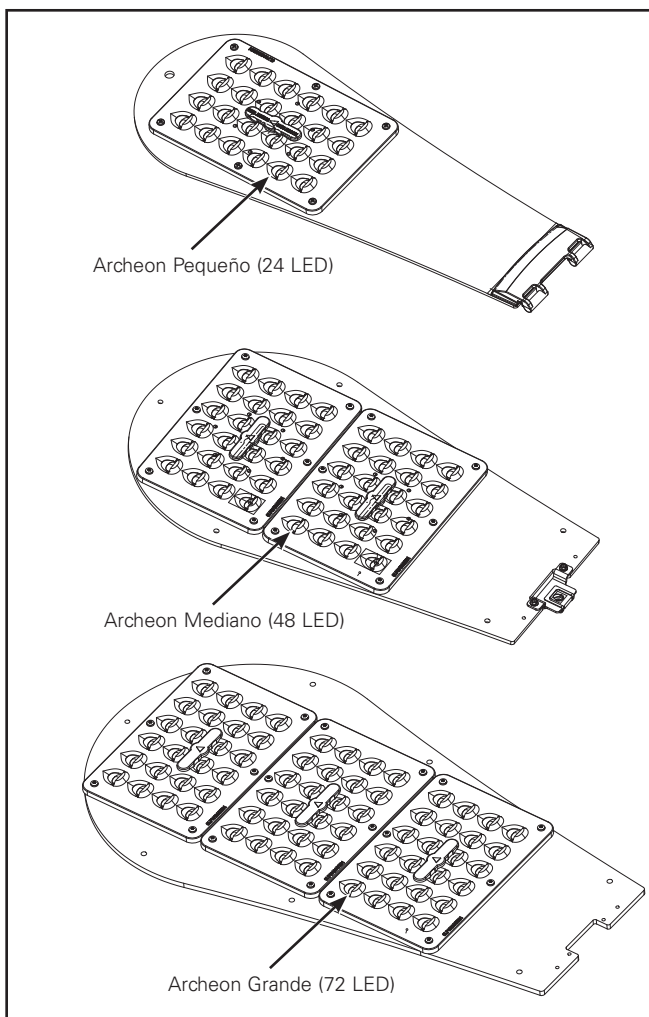

Figura 3.
4. La Figura 3 ilustra las configuraciones ópticas para Archeon Pequeño, Mediano y Grande.